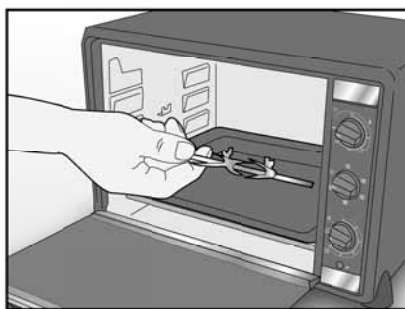

Fig. 3
- Fare scivolare uno dei forchettoni sullo spiedo (E) (le due punte verso l'interno) e avvitarlo per bloccarlo. Legare con lo spago l'arrosto (carne, pollo, ecc.) e infilarlo facendo attenzione a centrare bene la carne, poi fare scivolare il secondo forchettone con la punta sempre verso l'interno. Svitare se necessario il primo forchettone per centrare l'arrosto sullo spiedo e bloccare i due forchettoni.
- Togliere la griglia (C) del forno e posare la leccarda (D) su un livello (F) inferiore al posizionamento dello spiedo (E).
- Introdurre l'estremità appuntita dello spiedo (E) nella cavità situata nella parete destra fissandola all'asse motore. Appoggiare l'estremità opposta sul supporto dello spiedo posizionato sulla parete sinistra (Fig. 3).
- Inserire la spina nella presa di corrente e, tramite la manopola selezione funzioni (H), selezionare il tipo di cottura desiderato: